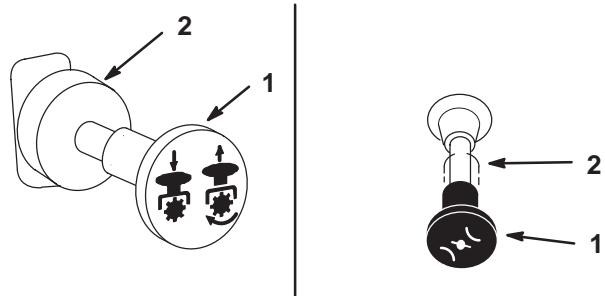

Figure 15
- Placez la commande de prise de force (PdF) en position débrayée (Fig. 15).